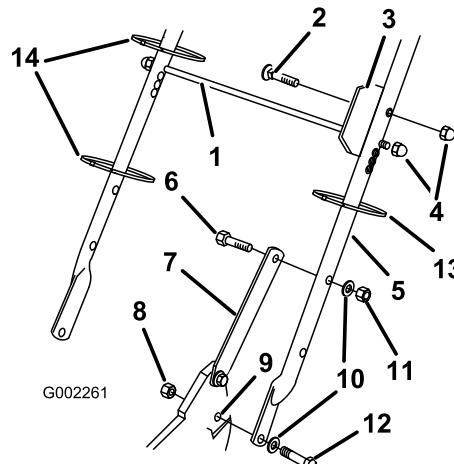

Figura 3
1. Fije el manillar al exterior de la carcasa del cortacésped (usando el taladro inferior) con 2 pernos (5/16 x 1-1/4 pulgadas), arandelas y contratuerca finas (5/16 pulgada) (Figura 3).
2. Fije los cierres del manillar al manillar con dos pernos (5/16 x 1-1/2 pulgadas), arandelas, y contratuerca fina (5/16 pulgada) (Figura 3).
4. Introduzca el perno a través de la chapa de alineación de la bolsa y el segundo taladro desde arriba del lado izquierdo del manillar, y fíjelo con una contratuerca de caperuza (Figura 3).
5. Deslice la varilla de soporte de la bolsa por el tercer (desde arriba) taladro de montaje de cada lado del manillar y fije cada extremo con una contratuerca de caperuza (Figura 3).
6. Utilice sujetacables para fijar los cables de control al manillar (Figura 3).